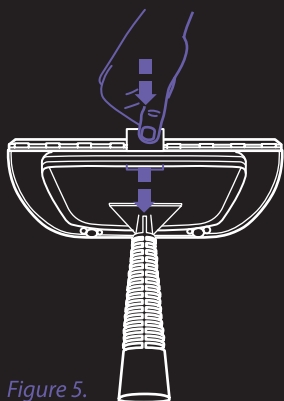

Figure 5.
4. Om de raam/deur reiniger te verwijderen, trek aan het lipje om de stomer los te maken (afbeelding 5).